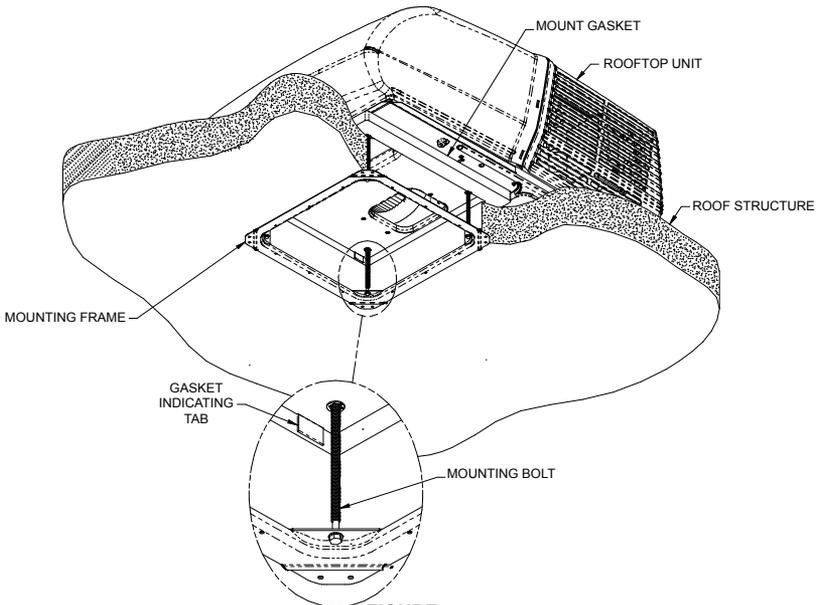

FIGURE 4
**E.** Fixation du climatiseur au toit - L'ensemble de plafond comprend un cadre de montage. Fixez le climatiseur au toit à l'aide des étapes véhicule. Reportez-vous à la Figure 4.
3. La tension appropriée de chaque boulon est atteinte quand toute partie de chaque languette indicatrice du joint vient en contact avec le toit. Voir Figure 4.